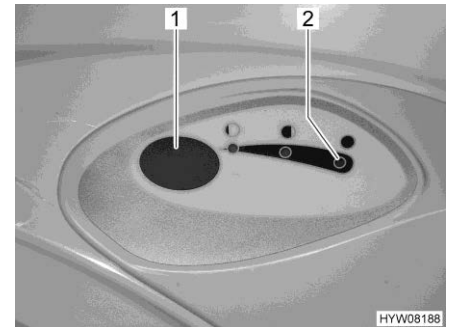

Bild 277 Spolknapp/kontrollampa
- För att spola, tryck på den blå spolknappen (Bild 277,1).
Kontrollampan (Bild 277,2) lyser när latrintanken måste tömmas.